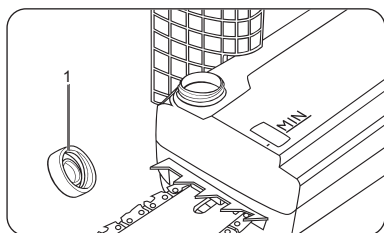

рис. 15
Открутить крышку бачка (1) и залить цепное масло до нижнего края наполнительного патрубка. (рис. 15) Крышку бачка крепко закрутить. Случайно пролитое масло следует тщательно вытереть.